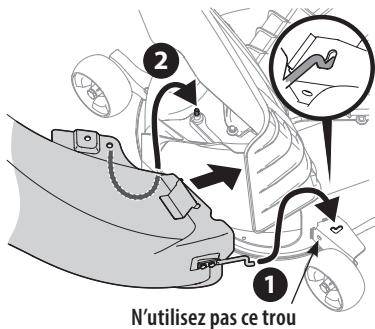

Figure 20
4. Insérez la tige du coude de la goulotte dans le trou sur le support de la roue. Voir Figure 20.
5. Faites pivoter le coude vers l'arrière jusqu'à ce que le trou du coude s'aligne avec la goupille sur l'adaptateur du plateau de coupe. Placez le coude de la goulotte sur la goupille. Voir Figure 20.